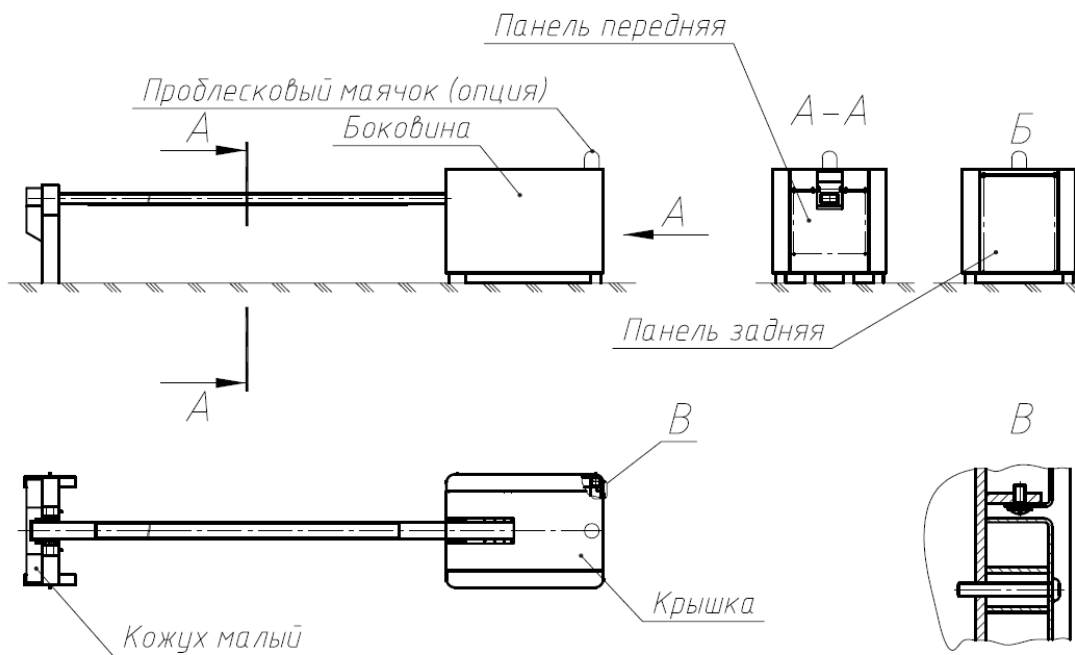

Рисунок 15
1.1.17 Установить с помощью винтов декоративные кожухи. Панель заднюю устанавливать после подключения проблескового маячка (опция) (рис. 15).